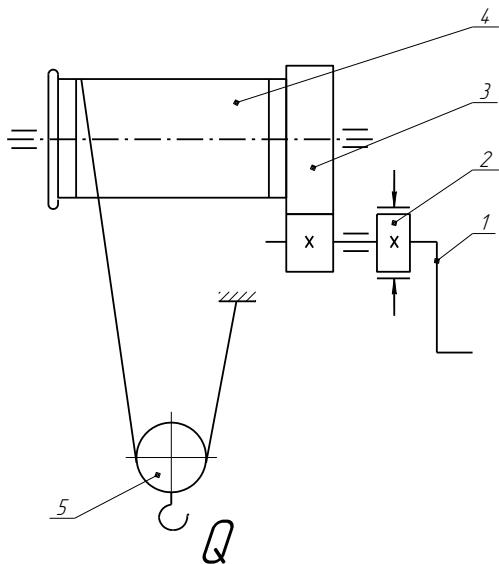

Рисунок 3.2.1 – Схема механизма подъема с ручным приводом
*3.2.1 Приводится схема механизма подъема груза с ручным приводом (рисунок 3.2.1).*